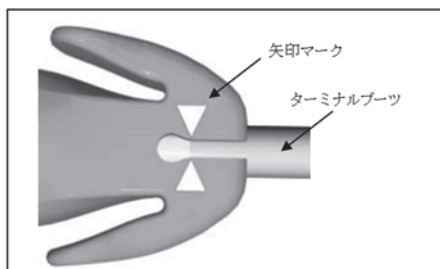

図2: コネクタツールの矢印マークとターミナルブーツの位置
- ① リードの近位端にコネクタツールを挿入する。
- ② ターミナルブーツレバーを摘み、さらにコネクタツールを挿入する。
- ③ ターミナルブーツレバーを離し、コネクタツールがリードに固定されていることを確認する(図2)。